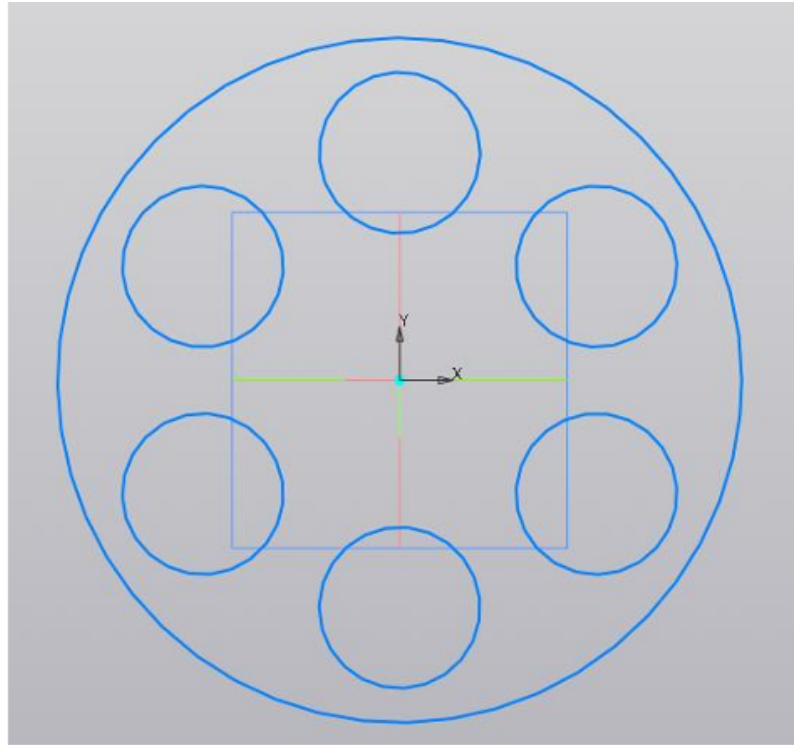

Рисунок 2 – Эскиз
- 2) Какими инструментами наиболее правильно создать представленный на рис.2. эскиз